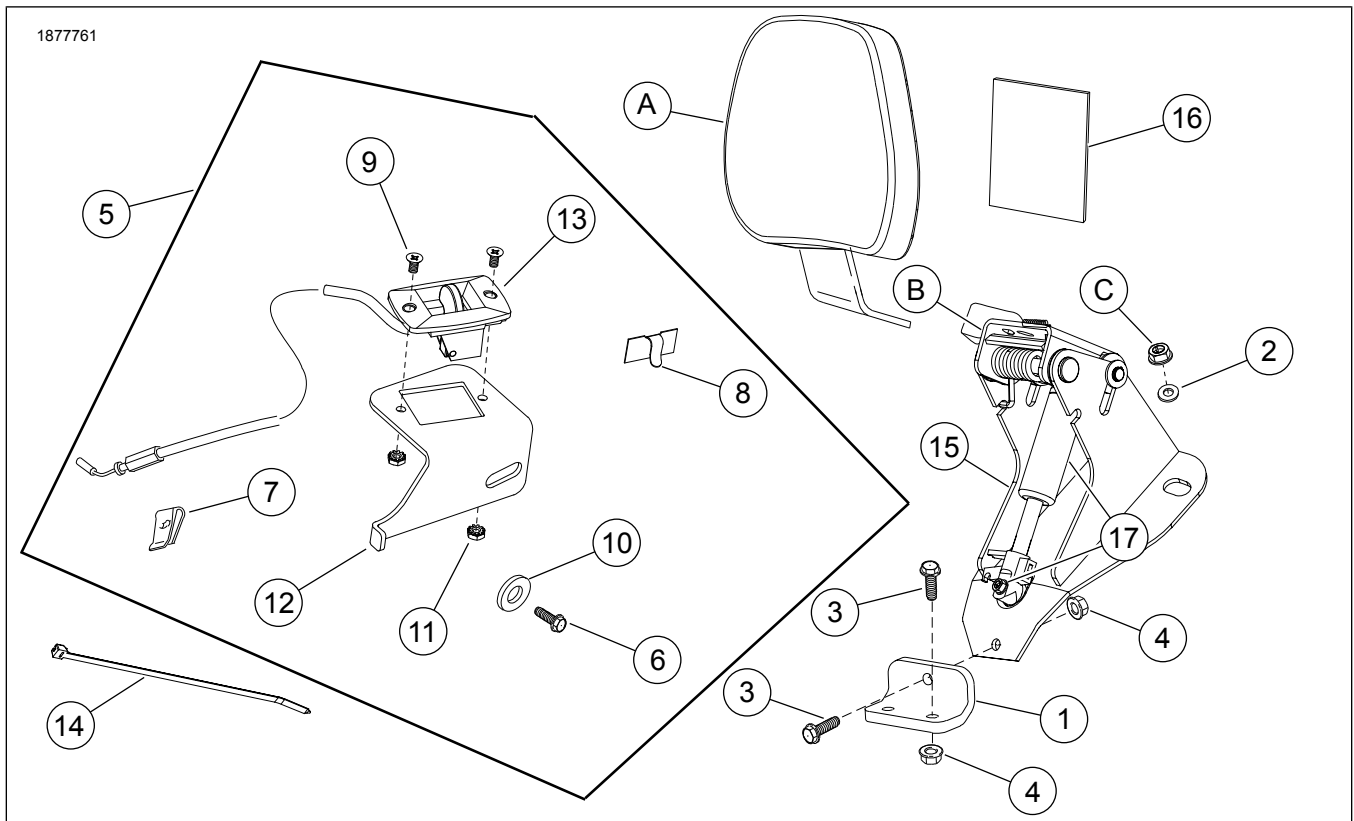

Figura 1. Conteúdo do kit: KIT FL de Ferragens para Montagem do Encosto Regulável para o Condutor
9. Ver Figura 1. Instale o manípulo do atuador (13) com cabo no suporte do manípulo do atuador (12), de modo a que o cabo fique apontado para baixo após ter sido instalado.
10. Fixe com parafusos (9) e porcas (11).